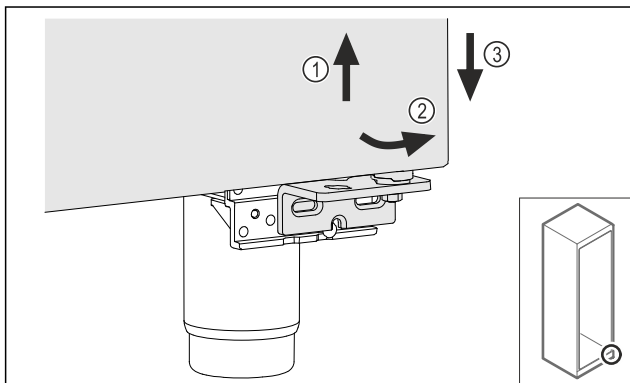

Fig. 16
- Nadvihnite zľahka dvere Fig. 16 (1), dole ich preklopte dopredu Fig. 16 (2) a spustíte dolu Fig. 16 (3).